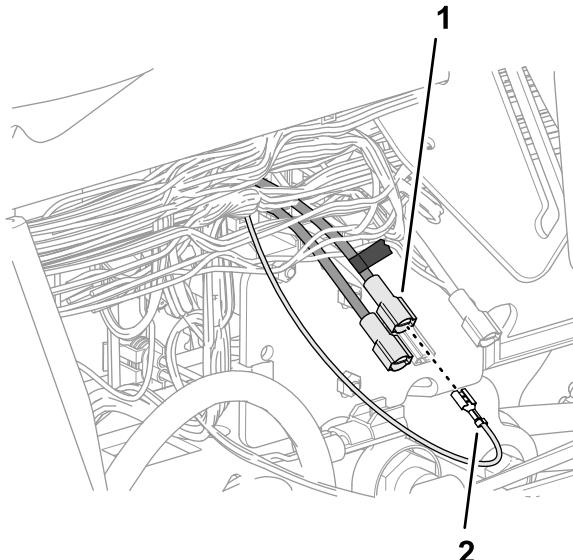

图192
5. 将在步骤 4 中标记的刀形接头接入套件线束红色线 51mm 端部的插槽接头 图 192。